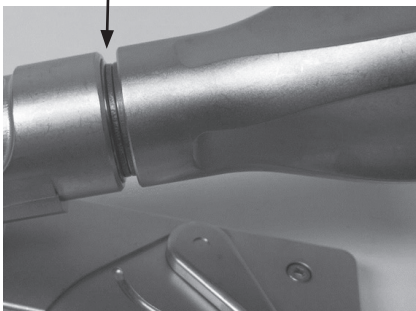

Figura 6 – Exemplo de arruelas de compressão fechadas
3. Posicione o dispositivo acessório conforme necessário. Gire o punho principal no sentido horário até que o espaço entre as arruelas de compressão se feche, conforme ilustrado na Figura 6. O fechamento do espaço entre as arruelas indica que a tensão recomendada do cabo foi atingida, conforme mostra a figura a seguir.